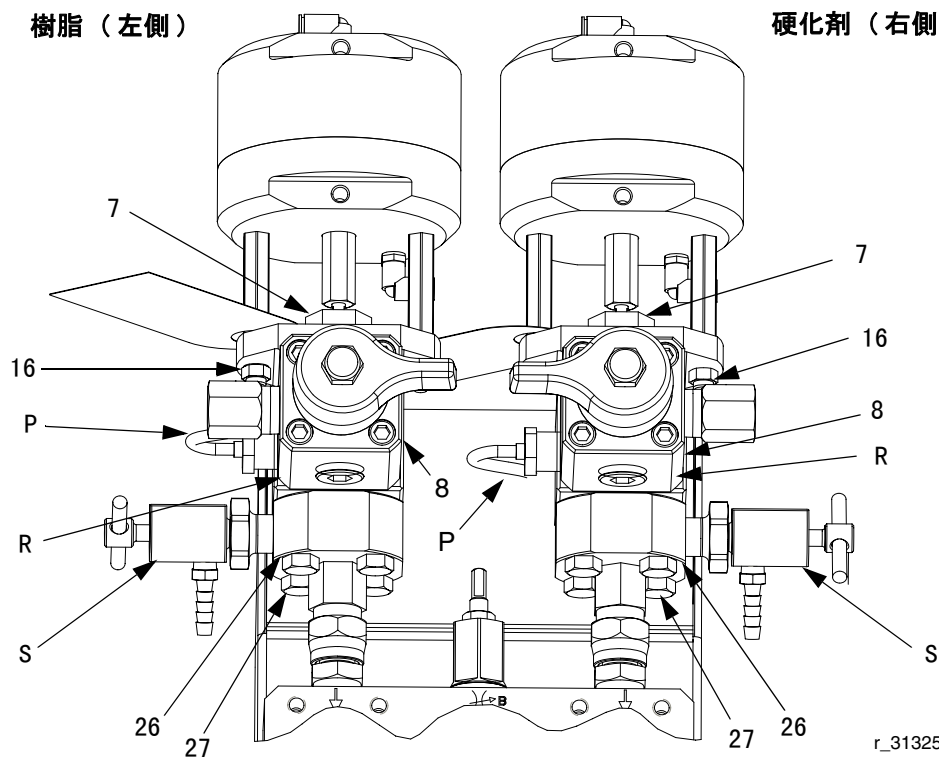

図 .1: 硬化剤および樹脂投与バルブ 255478 の方向性
2. **樹脂投与バルブ (左側)：** ネジ (27) を抜いて、側面ポートがサンプリングバルブ (S) に対して左側を向くように、かつ温度センサー (図示なし) に対して後方を向くように、シートハウジング (26) を 90° 回転させます。図 .1 を参照のこと。
3. **硬化剤投与バルブ (右側)：** 必要ならば、ネジ (27) を抜いて、側面ポートがサンプリングバルブ (S)